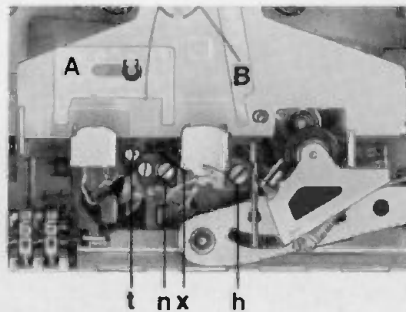

Bild 3 Einstellen der Eintauchtiefe mit Lehre - 029
*) In der Fertigung wird hierzu ein Exzentrerschlüssel verwendet, der an der Stelle x (Bild 3) eingesetzt wird